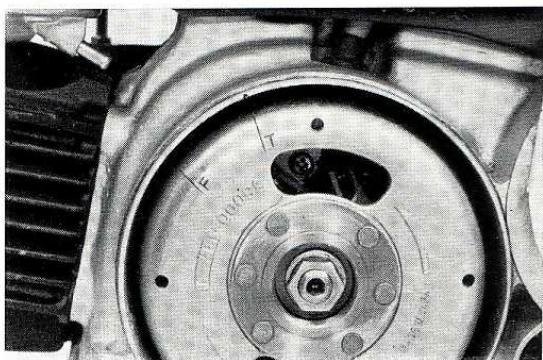

Fig. 38. — REGLAGE REPERE « T ».
2. Tournez le volant contre le sens de la montre jusqu'à ce que le repère « T » soit aligné sur l'index de réglage se trouvant sur le carter gauche. (Fig. 38).